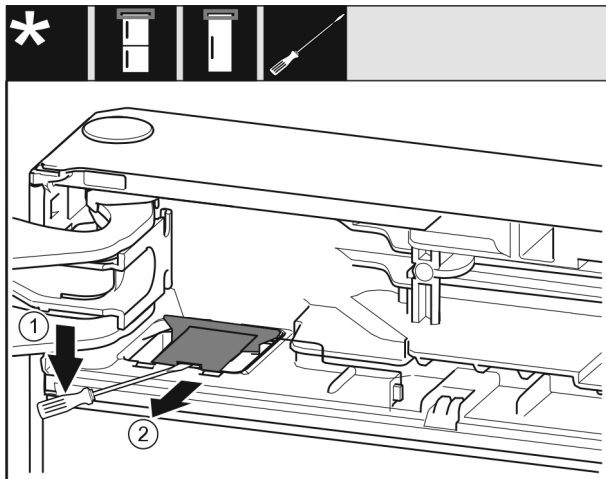

Fig. 12
- ▶ 使用带槽螺丝刀松开盖板 Fig. 12 (1)。
- ▶ 取出盖板 Fig. 12 (2)。